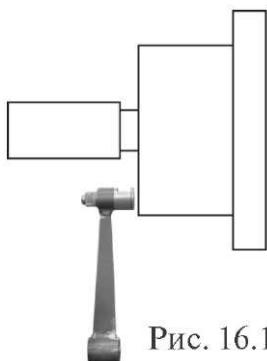

Рис. 16.1
21.1.1. Калибровка тракта измерения дистанции. Для оценки погрешности устройства ввода дистанции выдвиньте штангу ввода параметров и уприте рукоятку в задний торец фланца вала, как показано на рис. 16.1. При этом на экране ввода геометрических параметров (см. рис.10.2) появится величина дистанции. Если величина дистанции не равна 117 ± 5 мм, то устройство ввода дистанции требует калибровки.
Нажмите кнопку «MENU», в открывшемся окне MENU выберите пункт 7 «Далее», нажав кнопку 7 в верхнем ряду клавиатуры. Откроется вторая страница окна MENU (см. рис.16.1). Выберите пункт 3 «Тест», нажав кнопку 3 в верхнем ряду клавиатуры. Откроется окно ТЕСТ (см. рис.21.1).